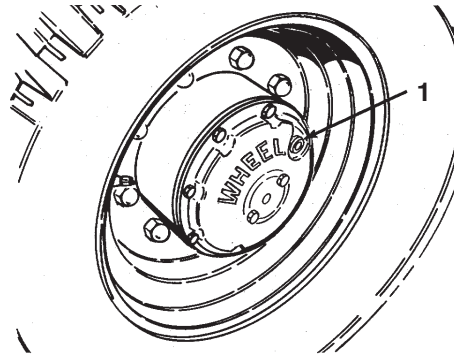

Figure 54
1. Garez la machine sur une surface plane et horizontale, et tournez la roue de manière que le bouchon de contrôle/vidange se trouve à la position 3 heures ou 9 heures (Fig. 54).
3. Quand l'huile est vidangée, tournez la roue de sorte que l'orifice soit à la position trois ou neuf heures (Fig. 54).